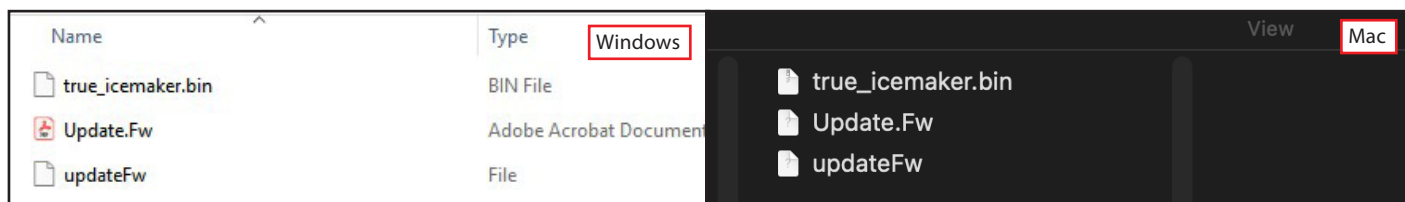

Fig. 7. Aprire la cartella del firmware.
7. Aprire la cartella del firmware scaricata (ZIP). Si veda la Fig. 7.